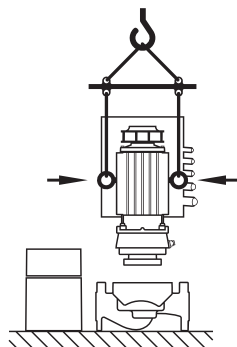

Fig. 25: Přeprava zásuvné sady
- Pokud budou nebo již byla přepravní oka přemístěna z příruby motoru a byla namontována na skříni motoru, smějí být tato oka použita pouze k přenášení nebo přepravě zásuvné sady (Fig. 25), nikoli však k přepravě celého čerpadla a rovněž nikoli k oddělení zásuvné sady od skříně čerpadla (dbejte na předchozí demontáž a následnou montáž distančních vložek).